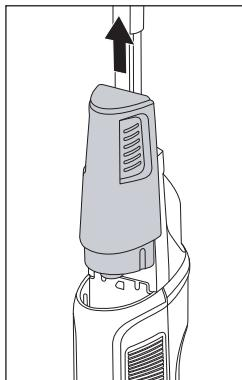

Abb. 6
► Füllen Sie nur kaltes bis warmes Leitungswasser (bis max. 60 °C) oder destilliertes Wasser in den Frischwasserbehälter ⑪. Verwenden Sie kein kochendes Wasser.
- Betreiben Sie das Gerät niemals ohne Wasser im Frischwasserbehälter ⑪.
- ◆ Fassen Sie den Frischwasserbehälter ⑪ an den seitlichen Greifrillen und ziehen Sie diesen nach oben aus dem Gerät (siehe Abb. 6).